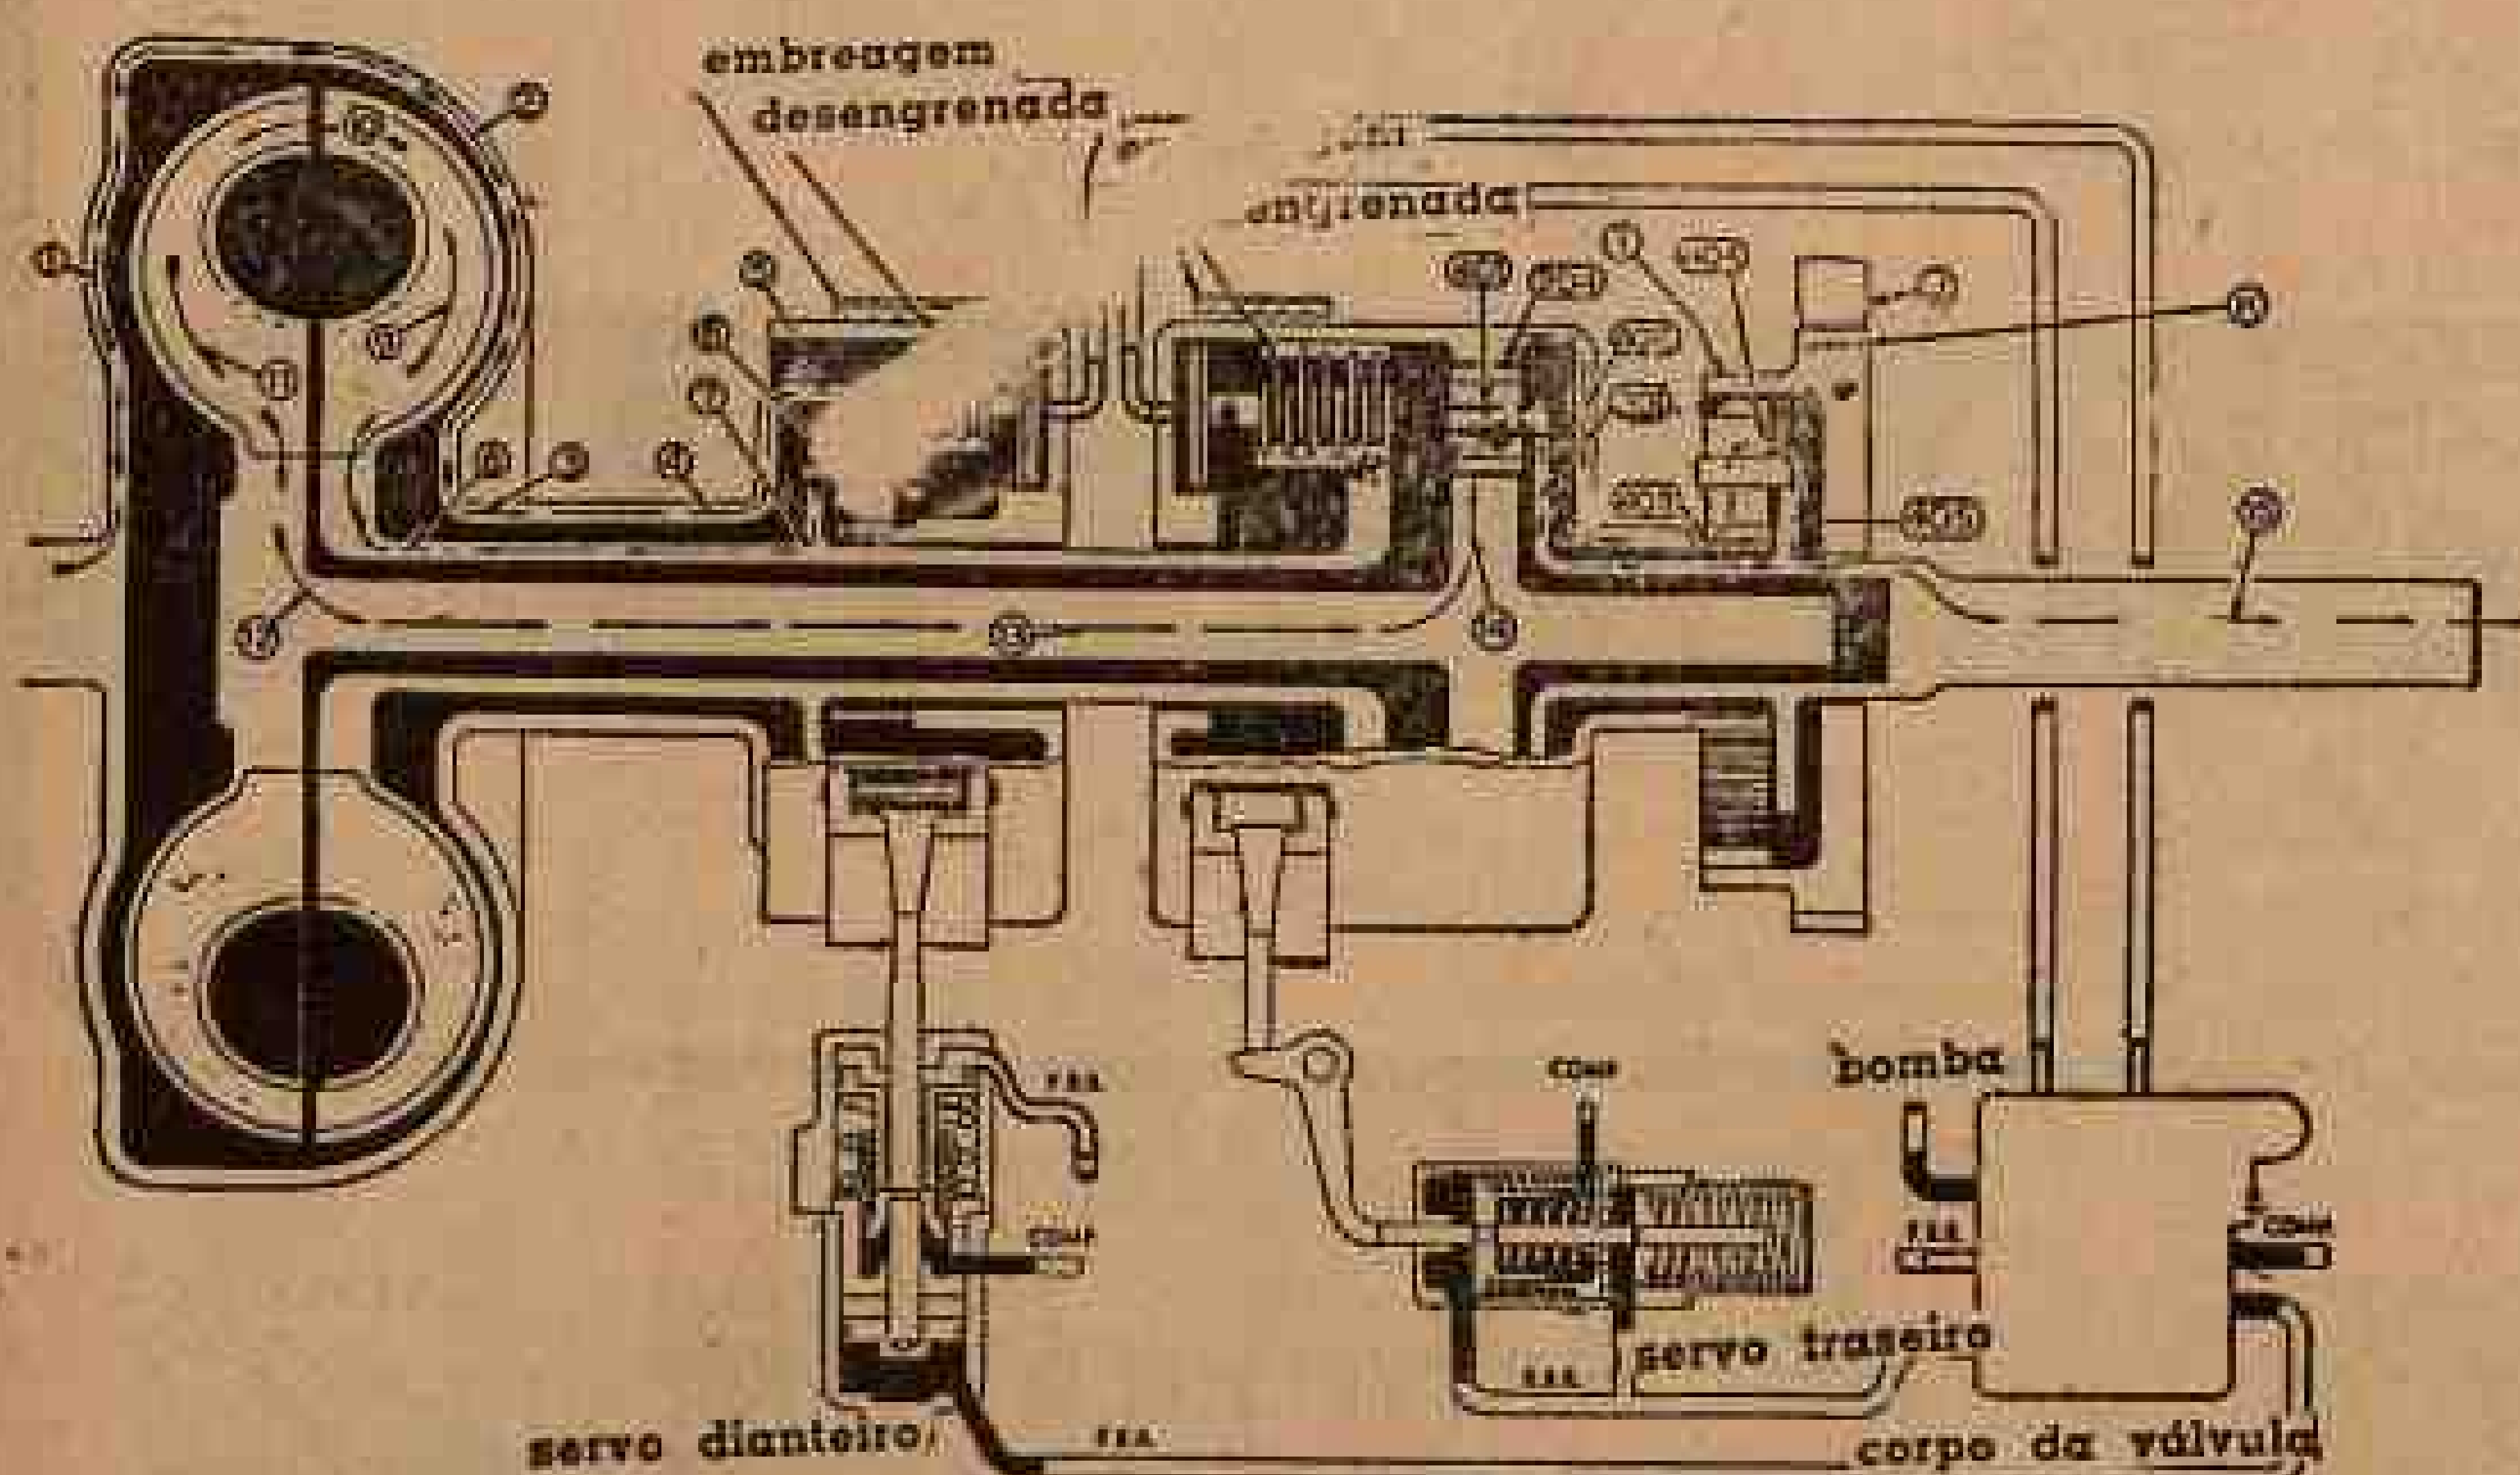

Fig. 416 — A transmissão Hydramatic em marcha-à-ré.
Na marcha ré um terceiro jogo de engrenagens planetárias, ainda não operado, entra em ação. Este jogo de engrenagens nos é mostrado à direita da fig. 416. Quando a alavanca seletora na coluna de direção é movida para a posição R, uma lingueta (J da fig. 416) trava a engrenagem interna do jogo ao mesmo tempo que as válvulas deslocadoras ficam dispostas de forma tal que ligam a cinta dianteira e soltam as engrenagens solares dianteira e traseira (14). Como